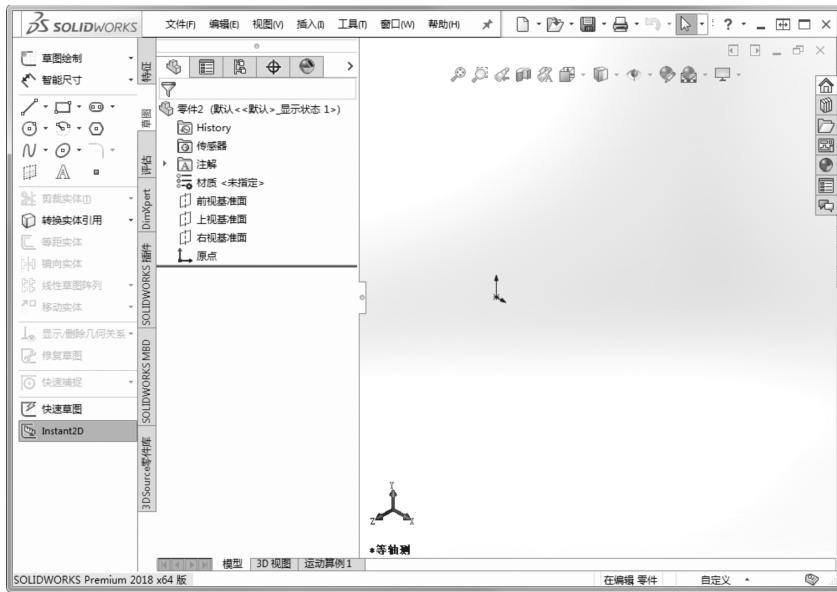

图 1-93 功能区选项卡放在界面最左端的效果
- 04 将功能区放到界面的最左端后，效果如图 1-93 所示。